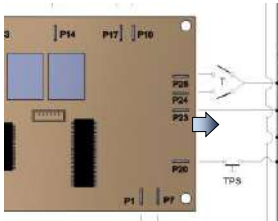

Рис. 19
- автоматический цикл, без кнопки "старт", с использованием фастона "P23" (Рис. 19).